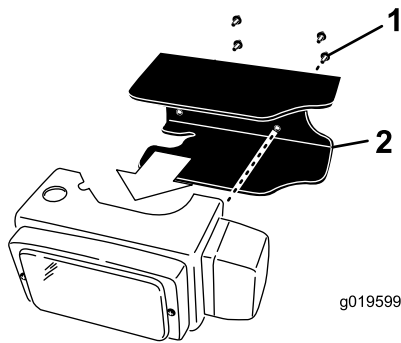

Figura 9
3. Monte las tapas en los faros y en las luces traseras (Figura 9).